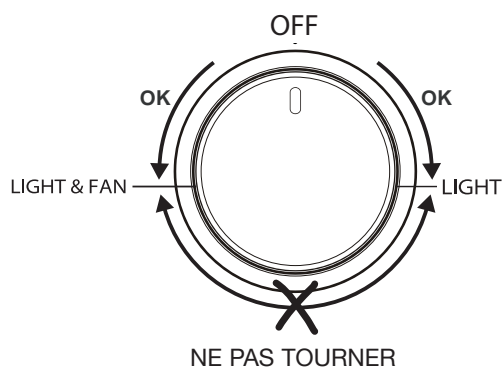

Fig. 3.2
La lampe du four et le moteur de ventilateur sont contrôlés par un bouton d'interrupteur situé sur le tableau de commande (fig. 3.2). Pour allumer la lampe du four, tournez le bouton dans le sens antihoraire à la position LIGHT.
- Lors de l'allumage du brûleur du four, le moteur de ventilateur doit être à la position d'arrêt (bouton de commande de la lampe et du ventilateur à la position "OFF" – Fig. 3.2).
Après avoir allumé le brûleur du four, allumez le moteur de ventilateur en tournant le bouton de commande de "lampe du four et moteur du ventilateur" (fig. 3.2) à la position "LIGHT & FAN" (lampe et ventilateur).